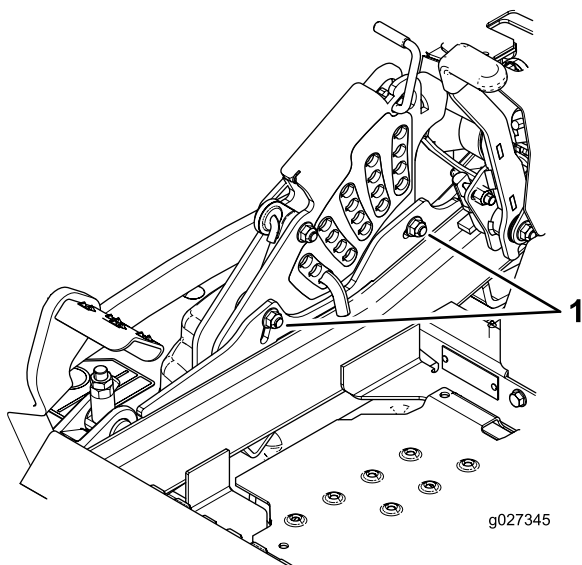

Figure 88
12. Pour régler le système monopoint, desserrez les deux boulons au bas de la plaque de hauteur de coupe. Voir Figure 88.
14. Serrez les deux boulons au bas de la plaque de hauteur de coupe (Figure 88). Serrez à un couple de 37 à 45 Nm (27 à 33 pi-lb).